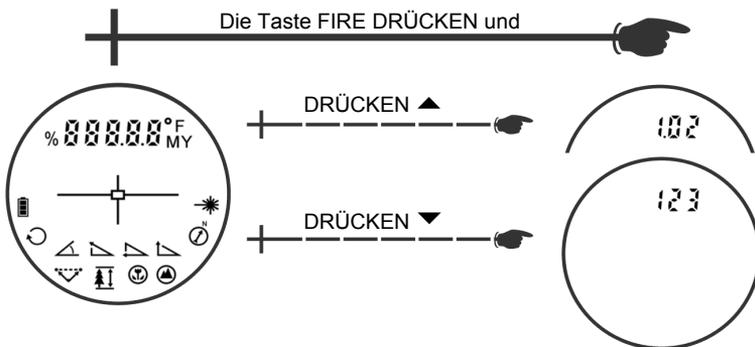

Abbildung 8
- Drücken Sie , um die Firmware-Revisionsnummer anzuzeigen. Die Anzeige sollte in etwa dem Beispiel unten entsprechen. (1.02 in Abbildung 8).
- Drücken Sie , um die Seriennummer des Geräts anzuzeigen. Die Anzeige sollte in etwa dem Beispiel unten entsprechen (123 in Abbildung 8).